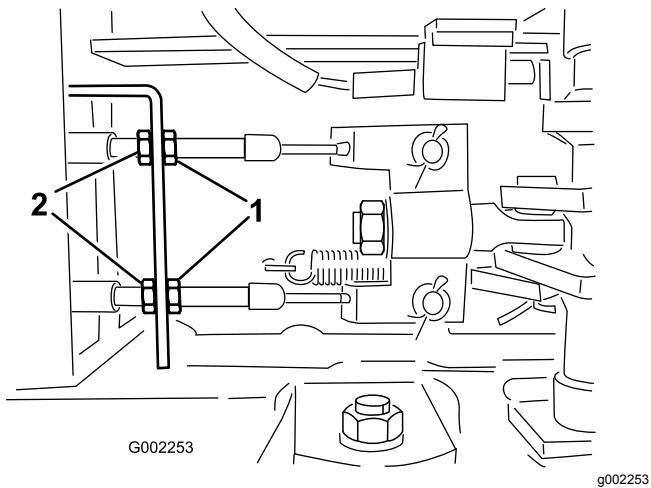

Bild 92
5. Lösen Sie die vorderen Klemmmuttern an den Bremskabel unter der Vorderseite des Sprühfahrzeugs (**Bild 92**).
6. Ziehen Sie die hinteren Klemmmuttern gleichmäßig an, bis das Spiel des Bremspedals 1-2 cm beträgt, bevor Sie einen Widerstand spüren (**Bild 92**).